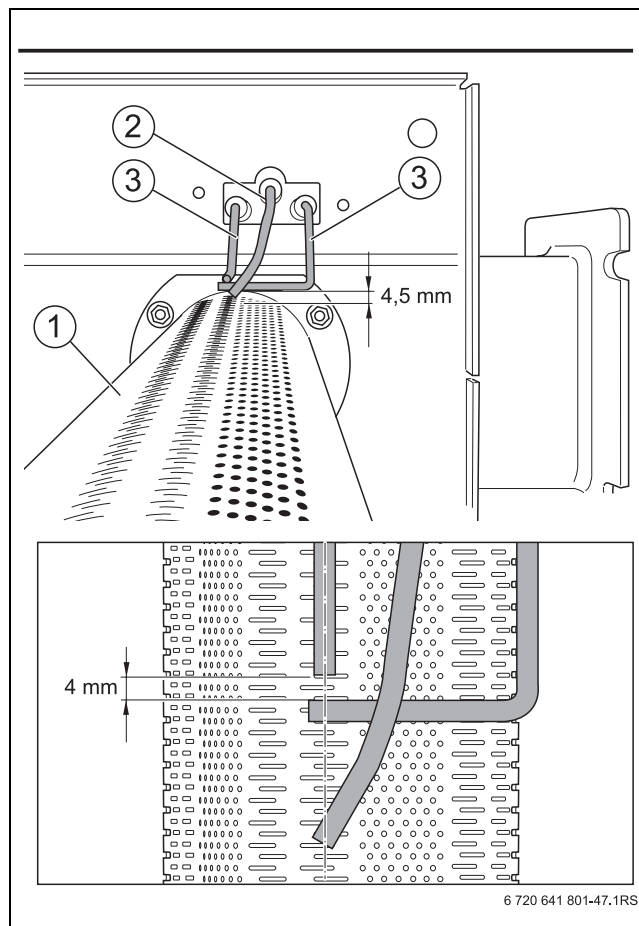

Bild 65 Elektrodenposition prüfen (Maße in mm)
- Abstände von Elektroden entsprechend Bild 65 messen und ggf. korrigieren.
- Brennerstab so justieren, dass die Elektrodenposition Bild 65 entspricht. Die Elektrodenposition befindet sich über der Schlitzreihe.